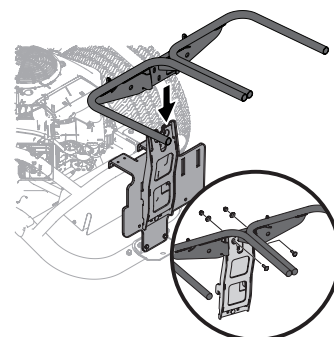

Figura 8
1. Coloque y sujete el conjunto del colgador en la ménsula de soporte vertical usando dos pernos de carro (710-0276) dos arandelas de cubeta (736-0242) y dos tuercas de seguridad con brida (712-04063) del paquete de herrajes 689-01419. Consulte la Figura 8.